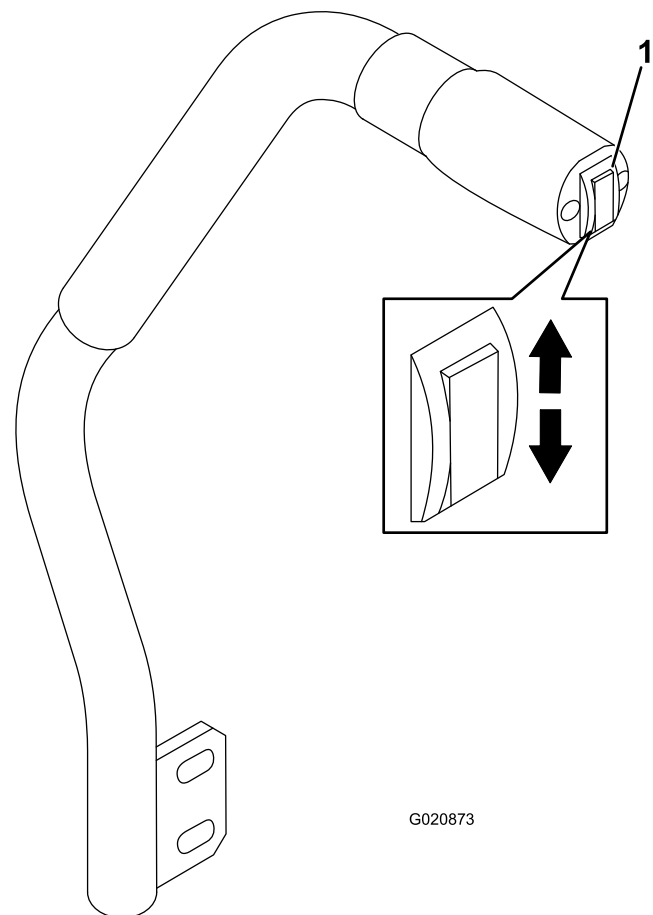

図 24
- デッキを下降させるには、スイッチを下に押す 図 24。
- デッキを上昇させるには、スイッチを上を押す 図 24。
デッキ昇降スイッチはデッキアタッチメントの上昇と下降を行うスイッチです 図 24。このレバーは、エンジンが掛かっていないと使用できません。
1. エンジンを始動し、デッキの昇降スイッチを上を押してデッキを一番高い位置まで上昇させたらすぐにスイッチから手を離す図 24。